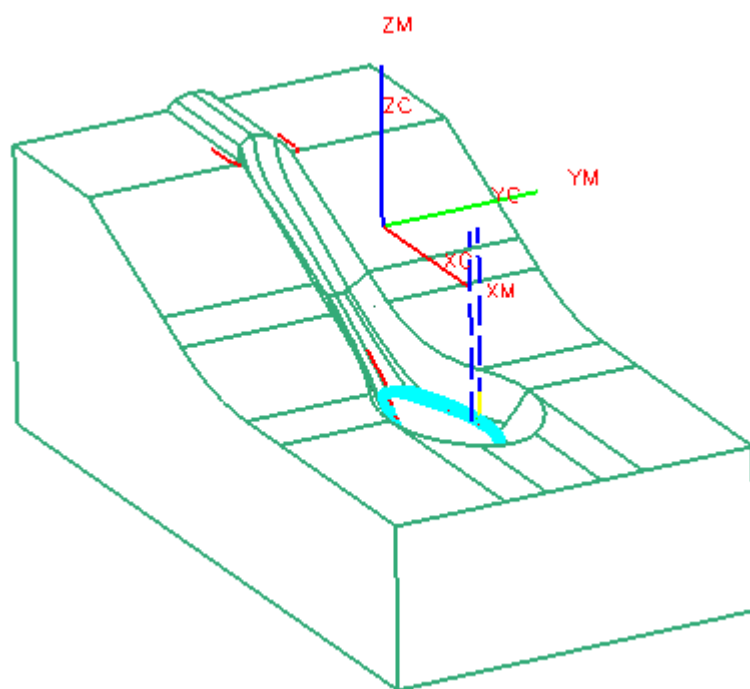

图 9-169
- 单击 ，生成如图 9-169 所示的刀轨，单击 O K。